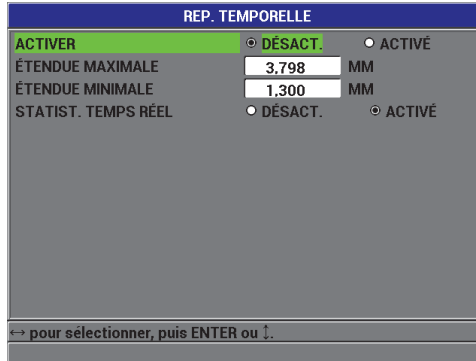

Figure 5-8 Écran REP. TEMPORELLE
3. Dans l'écran **REP. TEMPORELLE** (voir la Figure 5-8 à la page 111) :